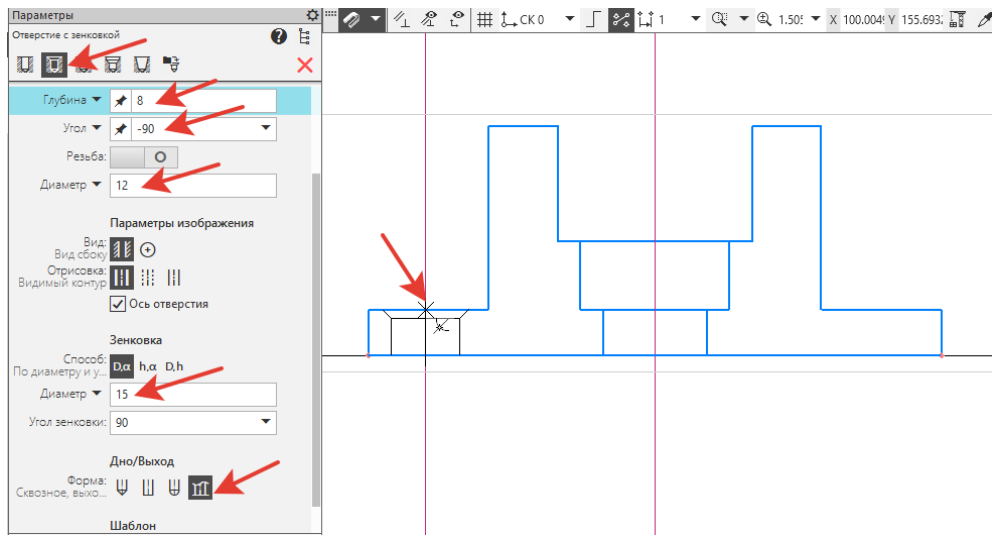

Рисунок 44.
8. В **Параметрах** перейти на  **Отверстие с зенковкой**, внести размеры: **Глубина** – 8, **Угол** -90, **Диаметр** – 12. В параметрах **Зенковка** внести **Диаметр** – 15. В параметрах **Дно/Выход** – выбрать **Сквозное**. Зафиксировать фантом на осевой линии (рисунок 44).